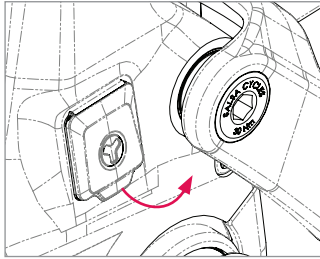

Figure 6
2. Trouvez le capuchon du port de charge sur le côté sans chaîne du VAE, près de la base du tube de selle. Ouvrez le capot magnétique à l'aide de la patte située sur le bord inférieur (Fig. 6).